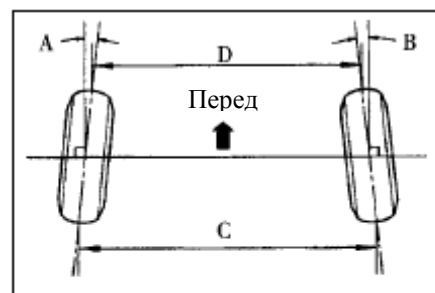

Рис. 171
3. Проверьте схождение передних колес(рис. 171)